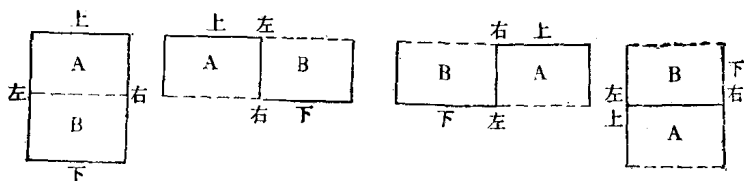
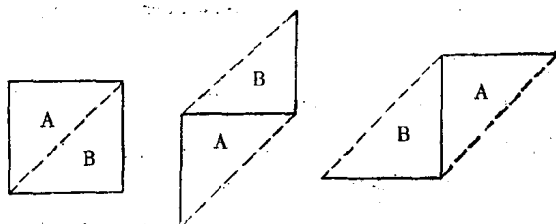

图1-3 1/2开刀花样单位检查示意图
图1-4 斜开刀花样单位检查示意图
2. 花样单位是否完整的检查方法 花样单位完整的主要特征是能做到单元花样的接版准确，尺寸恰当，无错画、漏画，符合工艺要求。花样单位是否完整可通过以下方法检查：凡中间剪开或斜角剪开花样，只要将剪开部分按上下左右四方进行衔接，纹样能接上即为花样单位完整；纹样不能衔接或脱版时，为花样单位不完整。检查方法如图1-3、图1-4所示。